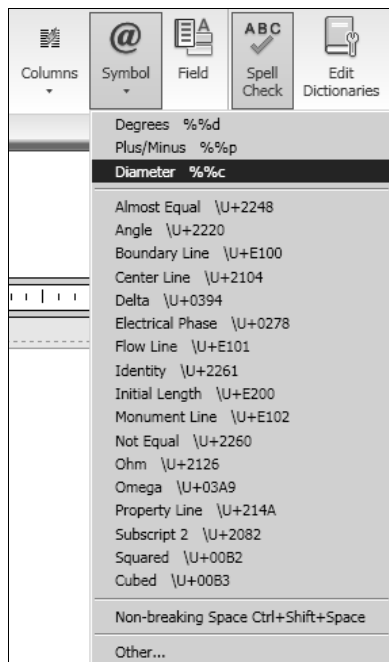
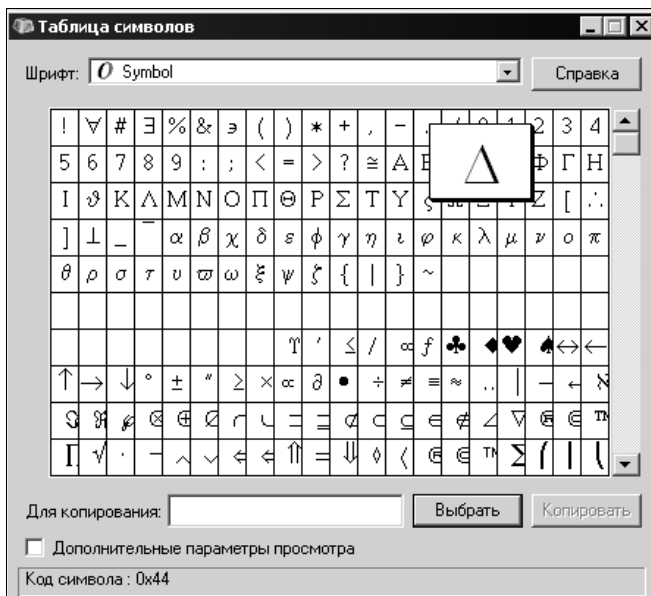

Рис. 11.14. Меню символов в редакторе многострочного текста
Рис. 11.15. Стандартная таблица символов Windows
4. Для вставки нужного символа щелкните по кнопке  **Symbol** (Символ) на панели форматирования редактора многострочного текста или на панели инструментов **Insert** (Вставить) ленты **RIBBON** (ЛЕНТА), а затем из дополнительного меню выберите строку с нужным символом (рис. 11.14). Если нужный символ отсутствует в меню, его можно вставить из таблицы символов Windows (рис. 11.15), которая вызывается, если воспользоваться строкой меню **Other** (Другой).